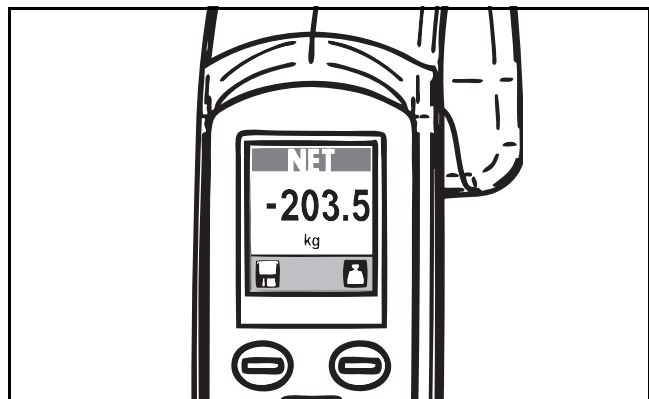

Fig. 68
- 3) Vuelva a instalar el arnés en la MAXI MOVE. Ignore el signo de menos anterior a los dígitos que aparecen en la pantalla. Deje que se estabilice la lectura del peso. El peso mostrado es el peso real del paciente (véase la Fig. 68).